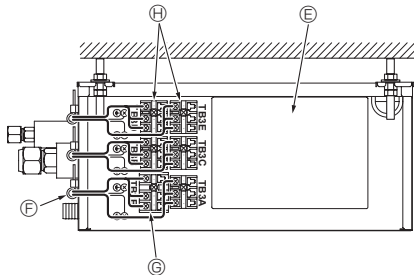

Fig. 9-3
4. Fije cada cable en su sitio mediante grapas sujetacables. (Fig. 9-3)
5. Conecte firmemente cada cable al bloque de terminales correspondiente. (Fig. 9-3)